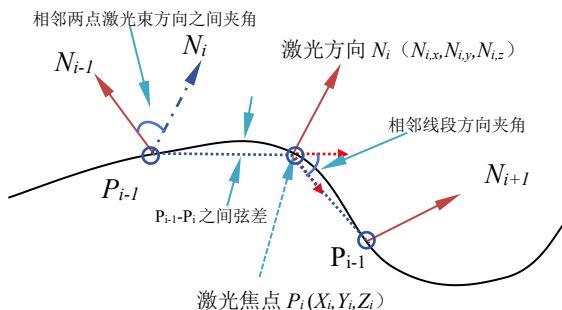

图 1 五轴激光切割路径
第二类程序: 要求做出的程序生成的代表激光焦点的小线段和激光束方向, 有以下输入约束 (见图 1):
1、如果用激光从曲面上切割下这个封闭区域, 计算切割时的激光焦点 (曲面对应点 X_i, Y_i, Z_i) 和对应的激光束单位方向 N (曲面对应点的法线 $N_{i,x}, N_{i,y}, N_{i,z}$), 见图 1 所示。将这些点保存在文件中, 每一行数据为焦点, 激光束方向形式顺序存放。